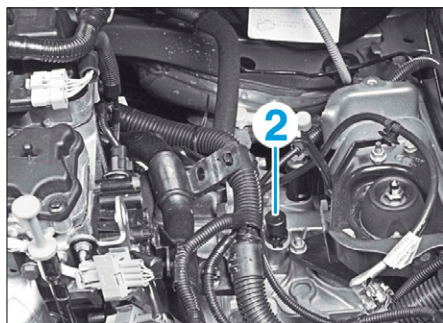

FIG. 2
- Déposer le bouchon de l'orifice de mise à l'air libre (2) (Fig.2).